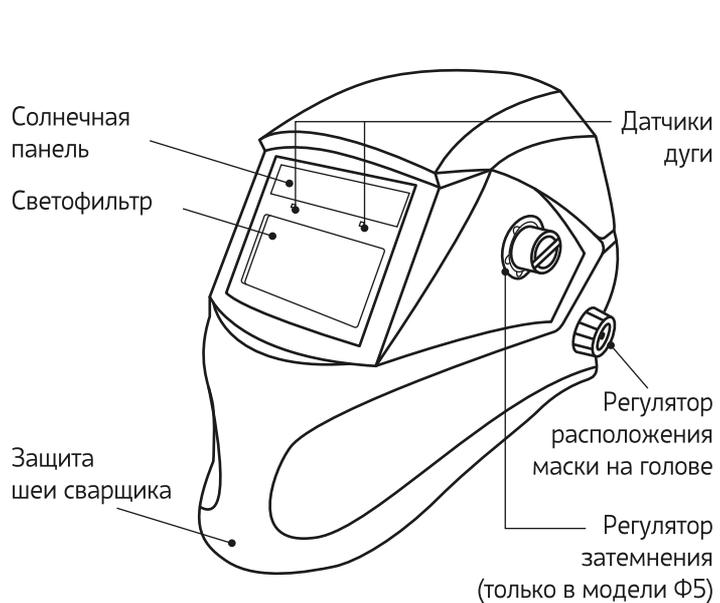
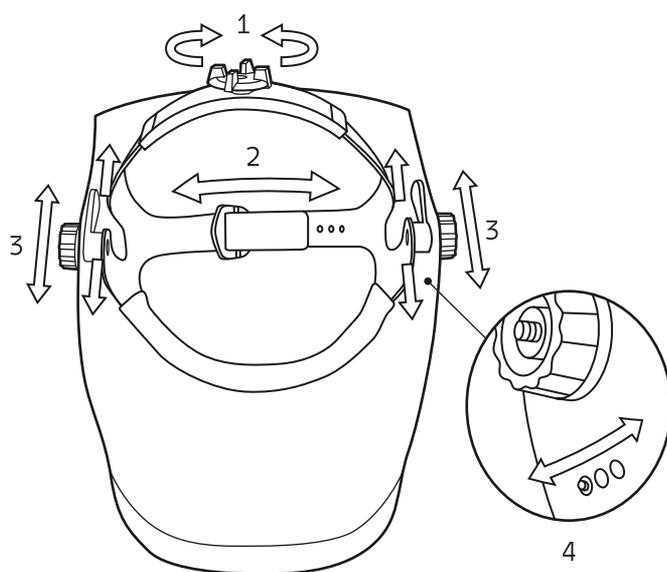

Рис. 1.
Рис. 2. Регулировка маски.
1. Перед началом эксплуатации отрегулируйте оголовье (рис. 2). Обязательно наденьте маску на голову, чтобы контролировать удобное положение.
2. Длину окружности можно изменять, вращая ручку (1) на затылочной части ремней.
3. Удобное положение на голове по высоте регулируется ремнем (2).
4. Расстояние от глаз до светофильтра регулируется гайками (3). Ослабьте их и пододвиньте маску в удобное положение. Расстояние до глаз должно быть одинаковым с обеих сторон, чтобы затемнение светофильтра было равномерным.
5. Угол обзора регулируется штифтом (4) на правой стороне маски.
7. Степень затемнения (только в модели Ф5) регулируется на внешней части маски с помощью регулятора (рис. 1).